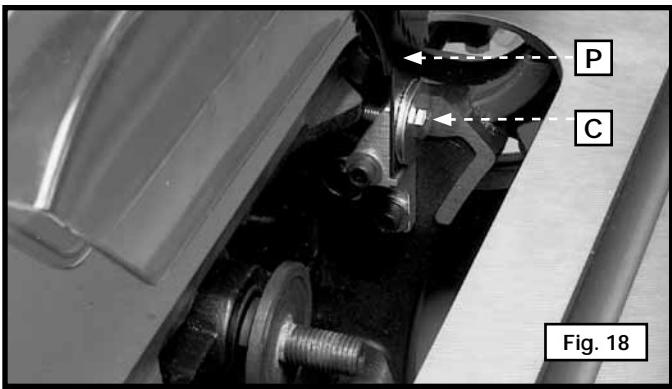
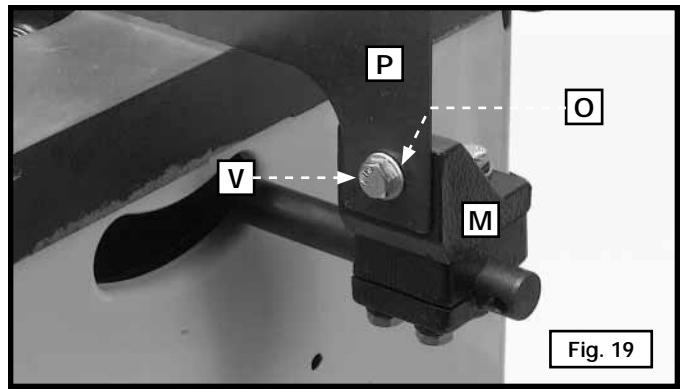

Fig. 18
Fig. 19
10. Inserte el extremo frontal del hendedor (P) Fig. 18, en el interior del soporte de montaje del hendedor detrás de la placa de sujeción del hendedor y el tornillo (C). Empuje el hendedor hacia abajo lo más posible, asegurándose de que el borde inferior del hendedor (P) esté en paralelo a la superficie de la mesa. Ajuste el tornillo (C). Ajuste el ensamble del hendedor y protector de la hoja (P) Fig. 19, en el soporte (M) con un tornillo de cabeza hexagonal 5/16-18x25,4 mm (1") (V) y una arandela plana de 7,938 mm (5/16") (O).